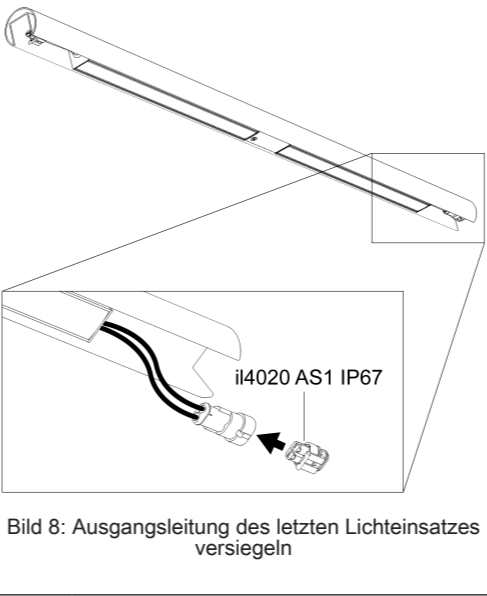

Bild 8: Ausgangsleitung des letzten Lichteinsatzes versiegeln
- Ausgangsleitung des letzten Lichteinsatzes versiegeln (Bild 8).